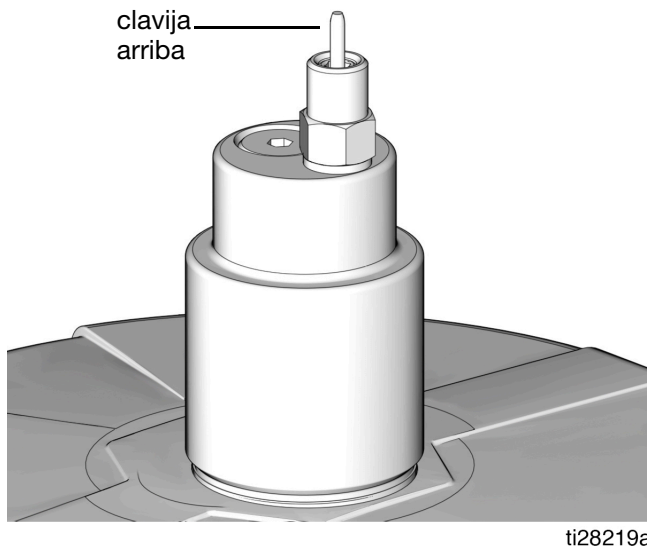

FIG. 24
2. Conecte la manguera de suministro (J) en la conexión rápida (V).
3. Encienda la bomba de la estación de llenado remoto (F) y llene el depósito G3 (D) hasta que la clavija indicadora de la válvula de llenado automático vaya hacia arriba tal como se muestra en la FIG. 24. La presión de la bomba de llenado (F) se acumula y la bomba se para en presión.